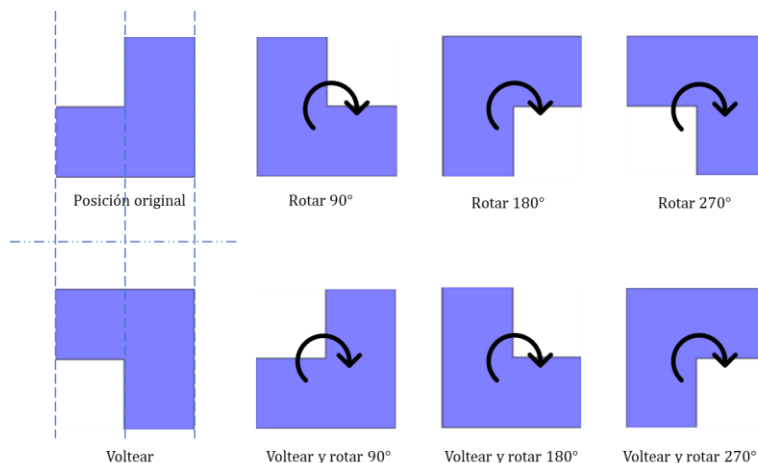

Figura 3. Posiciones posibles para la pieza en forma de L.
Cada pieza puede rotarse (en ángulos múltiplos de 90° grados) o voltearse (el equivalente a encontrar su reflexión con respecto a algún eje). La figura 3 muestra un ejemplo de todas las posiciones que se podrían formar con una pieza en forma de L.
- Escoja una pieza y dibuje todas sus posiciones posibles. La pieza elegida no puede ser cuadrada y debe ser diferente a la mostrada en la figura 3.